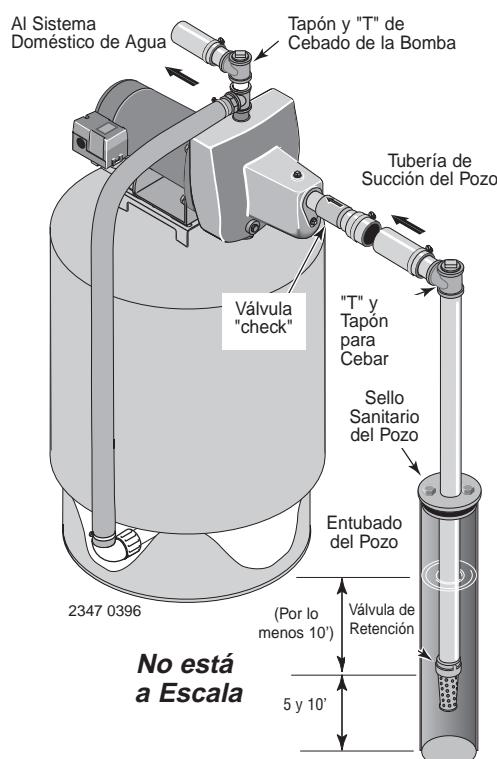

Figura 2: Instalación para pozo recubierto
INSTALACION DE POZO RECUBIERTO CON UN RECUBRIMIENTO DE 2" O MAS (Figura 2)
- Instale la válvula de retención, el filtro y la tubería del pozo (vea la Figura 2). Asegúrese de que la válvula de retención funcione libremente.
- Instale una "T" para cebar, tapón para cebar y la tubería de succión a la bomba (vea la Figura 2). Conecte la tubería del pozo al orificio de succión de la bomba; utilice el menor número de conexiones posible – especialmente codos – ya que las conexiones incrementan la fricción de la tubería, pero incluya una válvula de aspiración – vea la Figura 2. La tubería de succión debe ser por lo menos del mismo tamaño que el orificio de succión de la bomba. Utilice cinta de teflón o un compuesto a base de teflón especial para juntas de tuberías. Soporte la tubería para que no haya inclinaciones verticales o hundimientos en ella a fin de que no ejerza tensión sobre el cuerpo de la bomba y con el propósito de que no se incline ligeramente hacia arriba desde el pozo hacia la bomba (los puntos altos pueden ocasionar que se formen bolsas de aire que pueden bloquear la bomba). Selle las juntas de la tubería de succión con cinta de teflón o con un compuesto a base de teflón especial para juntas de tuberías. Las juntas deben ser a prueba de agua o estar herméticamente cerradas. *Si la tubería de succión pudiera succionar aire, la bomba no podrá sacar agua del pozo.*